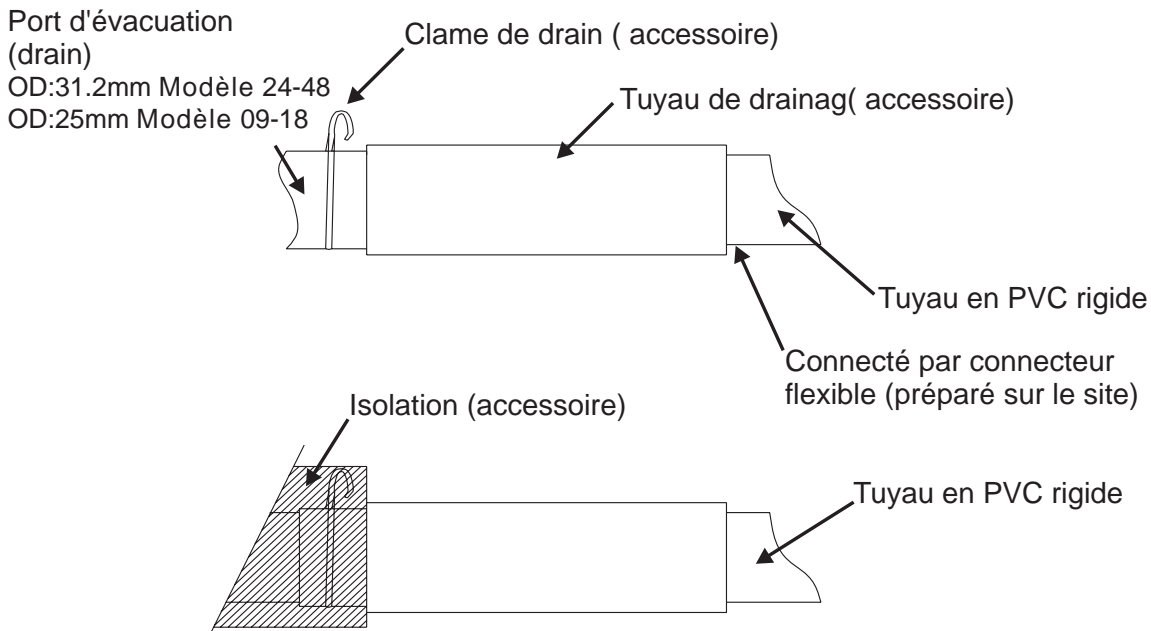

Figure 12
3. Insérez le tuyau de vidange jusqu'à ce qu'il se connecte correctement au port de drainage puis fixez-le de manière sécurisée avec la clame de tuyau (préparé sur le site)(Figure 12)
4. Après avoir vérifié le drainage, enveloppez le tuyau de vidange avec l'isolant et les clames (préparé sur le site). (Figure.12)